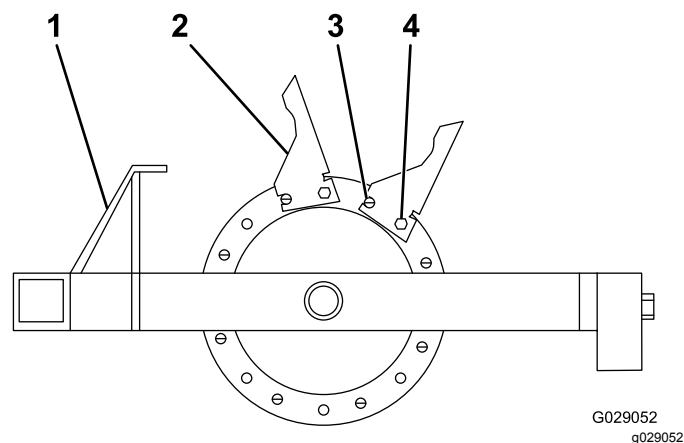

Figure 9
1. Commencez par la roue en fonte extérieure et montez les louchets comme montré à la Figure 9.
2. Montez les 8 louchets sur la roue en fonte à l'aide d'une goupille cylindrique et de boulons ($\frac{1}{2}$ " x $1\frac{3}{4}$ ") en prenant soin de placer la goupille cylindrique dans le trou avant (Figure 9).